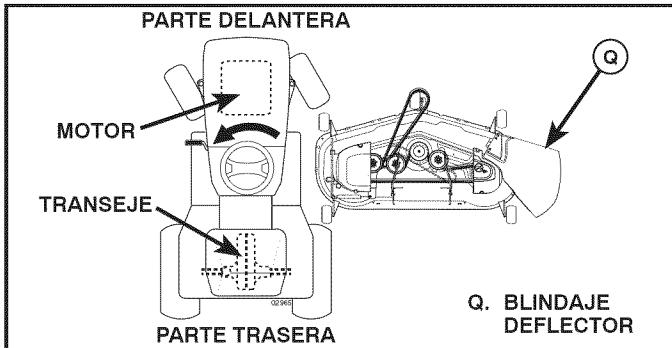

Fig. 24
3. GIRE EL VOLANTE HACIA LA IZQUIERDA Y UBIQUE LA CORTADORA DE CÉSPED EN SU LUGAR (Vea Fig. 24)
- Gire el volante completamente hacia la izquierda y ubique la cortadora de césped en el lado derecho del tractor con el blindaje deflector (Q) a la derecha.